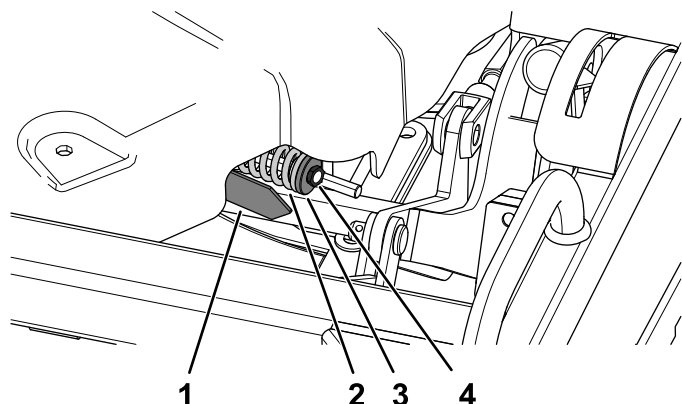

Figura 132
4. Slăbii sau strângei contrapiulia până când săgeata indicatorului de tensionare se aliniază cu suprafaa exterioară a aibei (Figura 132).